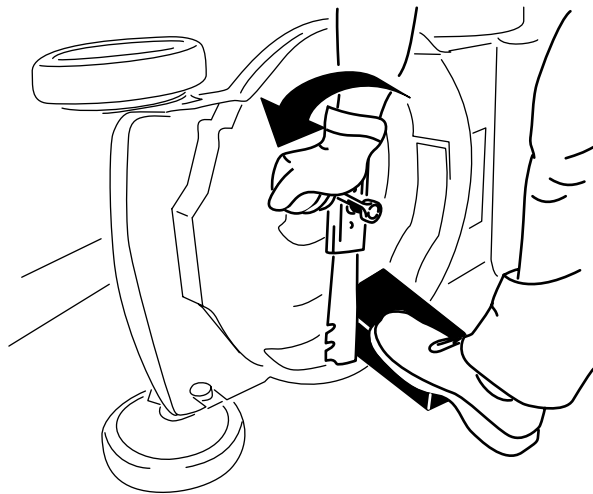

図 21
3. 角材などを使ってブレードをしっかり保持する 図 21。
4. ブレードを取り外す。外したボルト類はすべて保管する 図 21。